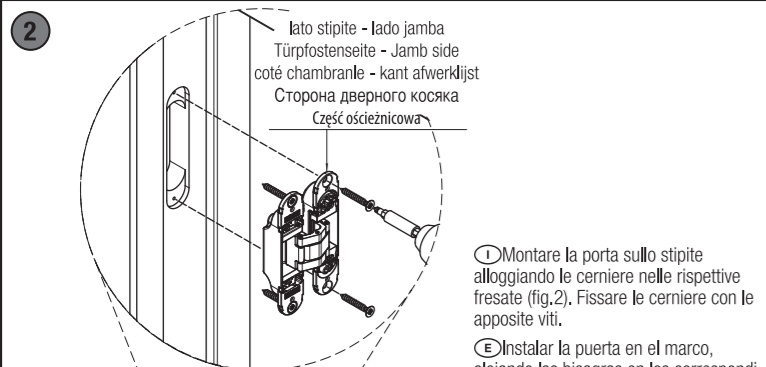

FIG.2
- 1 Montare la porta sullo stipite alloggiando le cerniere nelle rispettive fresate (fig.2). Fissare le cerniere con le apposite viti.
- 2 Instalar la puerta en el marco, alojando las bisagras en los correspondientes mecanizados (fig.2). Fijar las bisagras con los tornillos.
- 3 Das Türblatt an der Zarge anbringen und die Türbänder in die jeweiligen Fräsungen einsetzen (Abb.2). Die Türbänder mit den dafür vorgesehenen Schrauben befestigen.
- 6 Monteer het deurblad in de omkasting door de scharnieren in de passende uittreuzingen te plaatsen, (fig.2) bevestig de scharnieren met de gepaste schroeven.
- 7 Установить дверь на дверной коробке, поместив петли в соответствующие пазы (рис.2). Зафиксировать петли предназначенными шурупами.
- 8 Dopasuj skrzydło do ościeżnicy i umieść zawiasy w gniazdach ościeżnicowych (rys.2). Przykręć je odpowiednimi wkrętami.